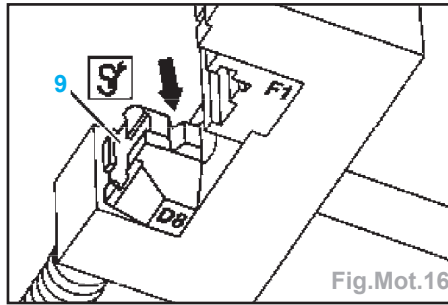

Fig.Mot.16
- déposer l'outil de rivetage (5).
- tourner la pièce d'appui mobile (9) sur le profil de rivetage (flèche) (Fig.Mot.16).